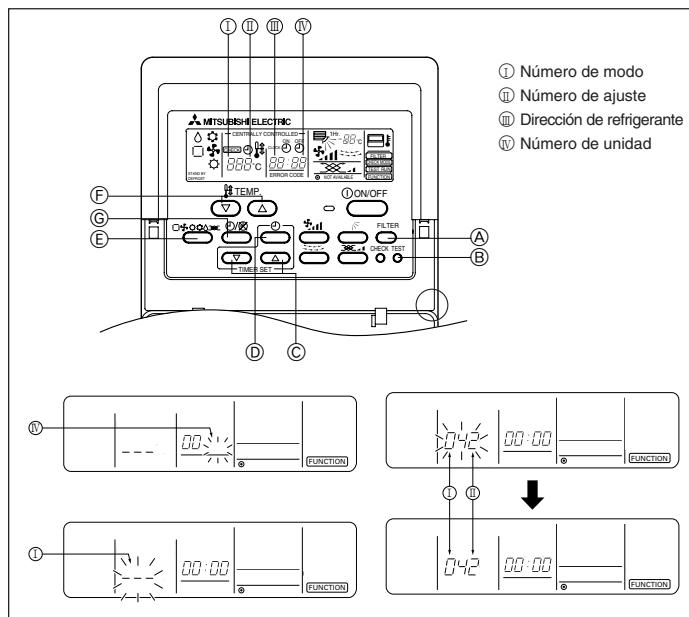

Fig. 6-5
6.3.1. Para el controlador remoto cableado (Fig. 6-5)